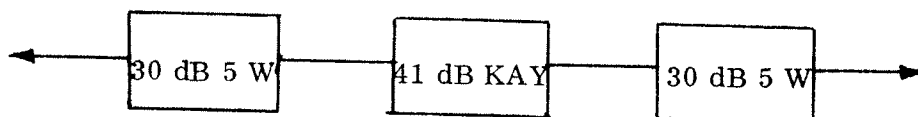

Bild 1.
När en förbindelse kopplas upp på bänk, anslut dämpsatsen mellan utrustningarnas antennanslutningar enligt bild 1.
- Koppla in dämpsatsen mellan utrustningarna enligt bild 1.